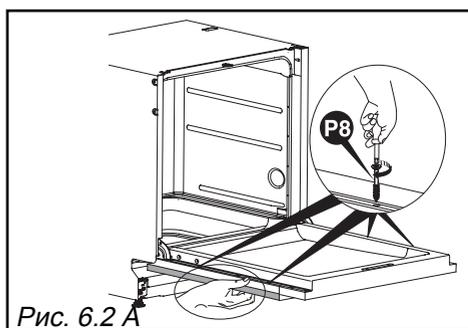

Рис. 6.2 А
- Прижмите деревянную панель к дверце (Рис. 6.2).
- Откройте дверцу посудомоечной машины, плотно прижимая панель к дверце. Отцентрируйте деревянную панель относительно панели управления. При необходимости вставьте 2 винта P7 и 4 винта P8 (Рис. 6.2).
- Установите панель дверцы, вставив 2 винта в отверстия дверцы посудомоечной машины (Рис. 6.2А)
- Плотно прижмите деревянную панель к дверце (Рис. 6.2А).
- Откройте дверцу посудомоечной машины, плотно прижимая панель к дверце. При необходимости отцентрируйте деревянную панель относительно панели управления. Вставьте 4 винта **P8** (Рис. 6.2А).